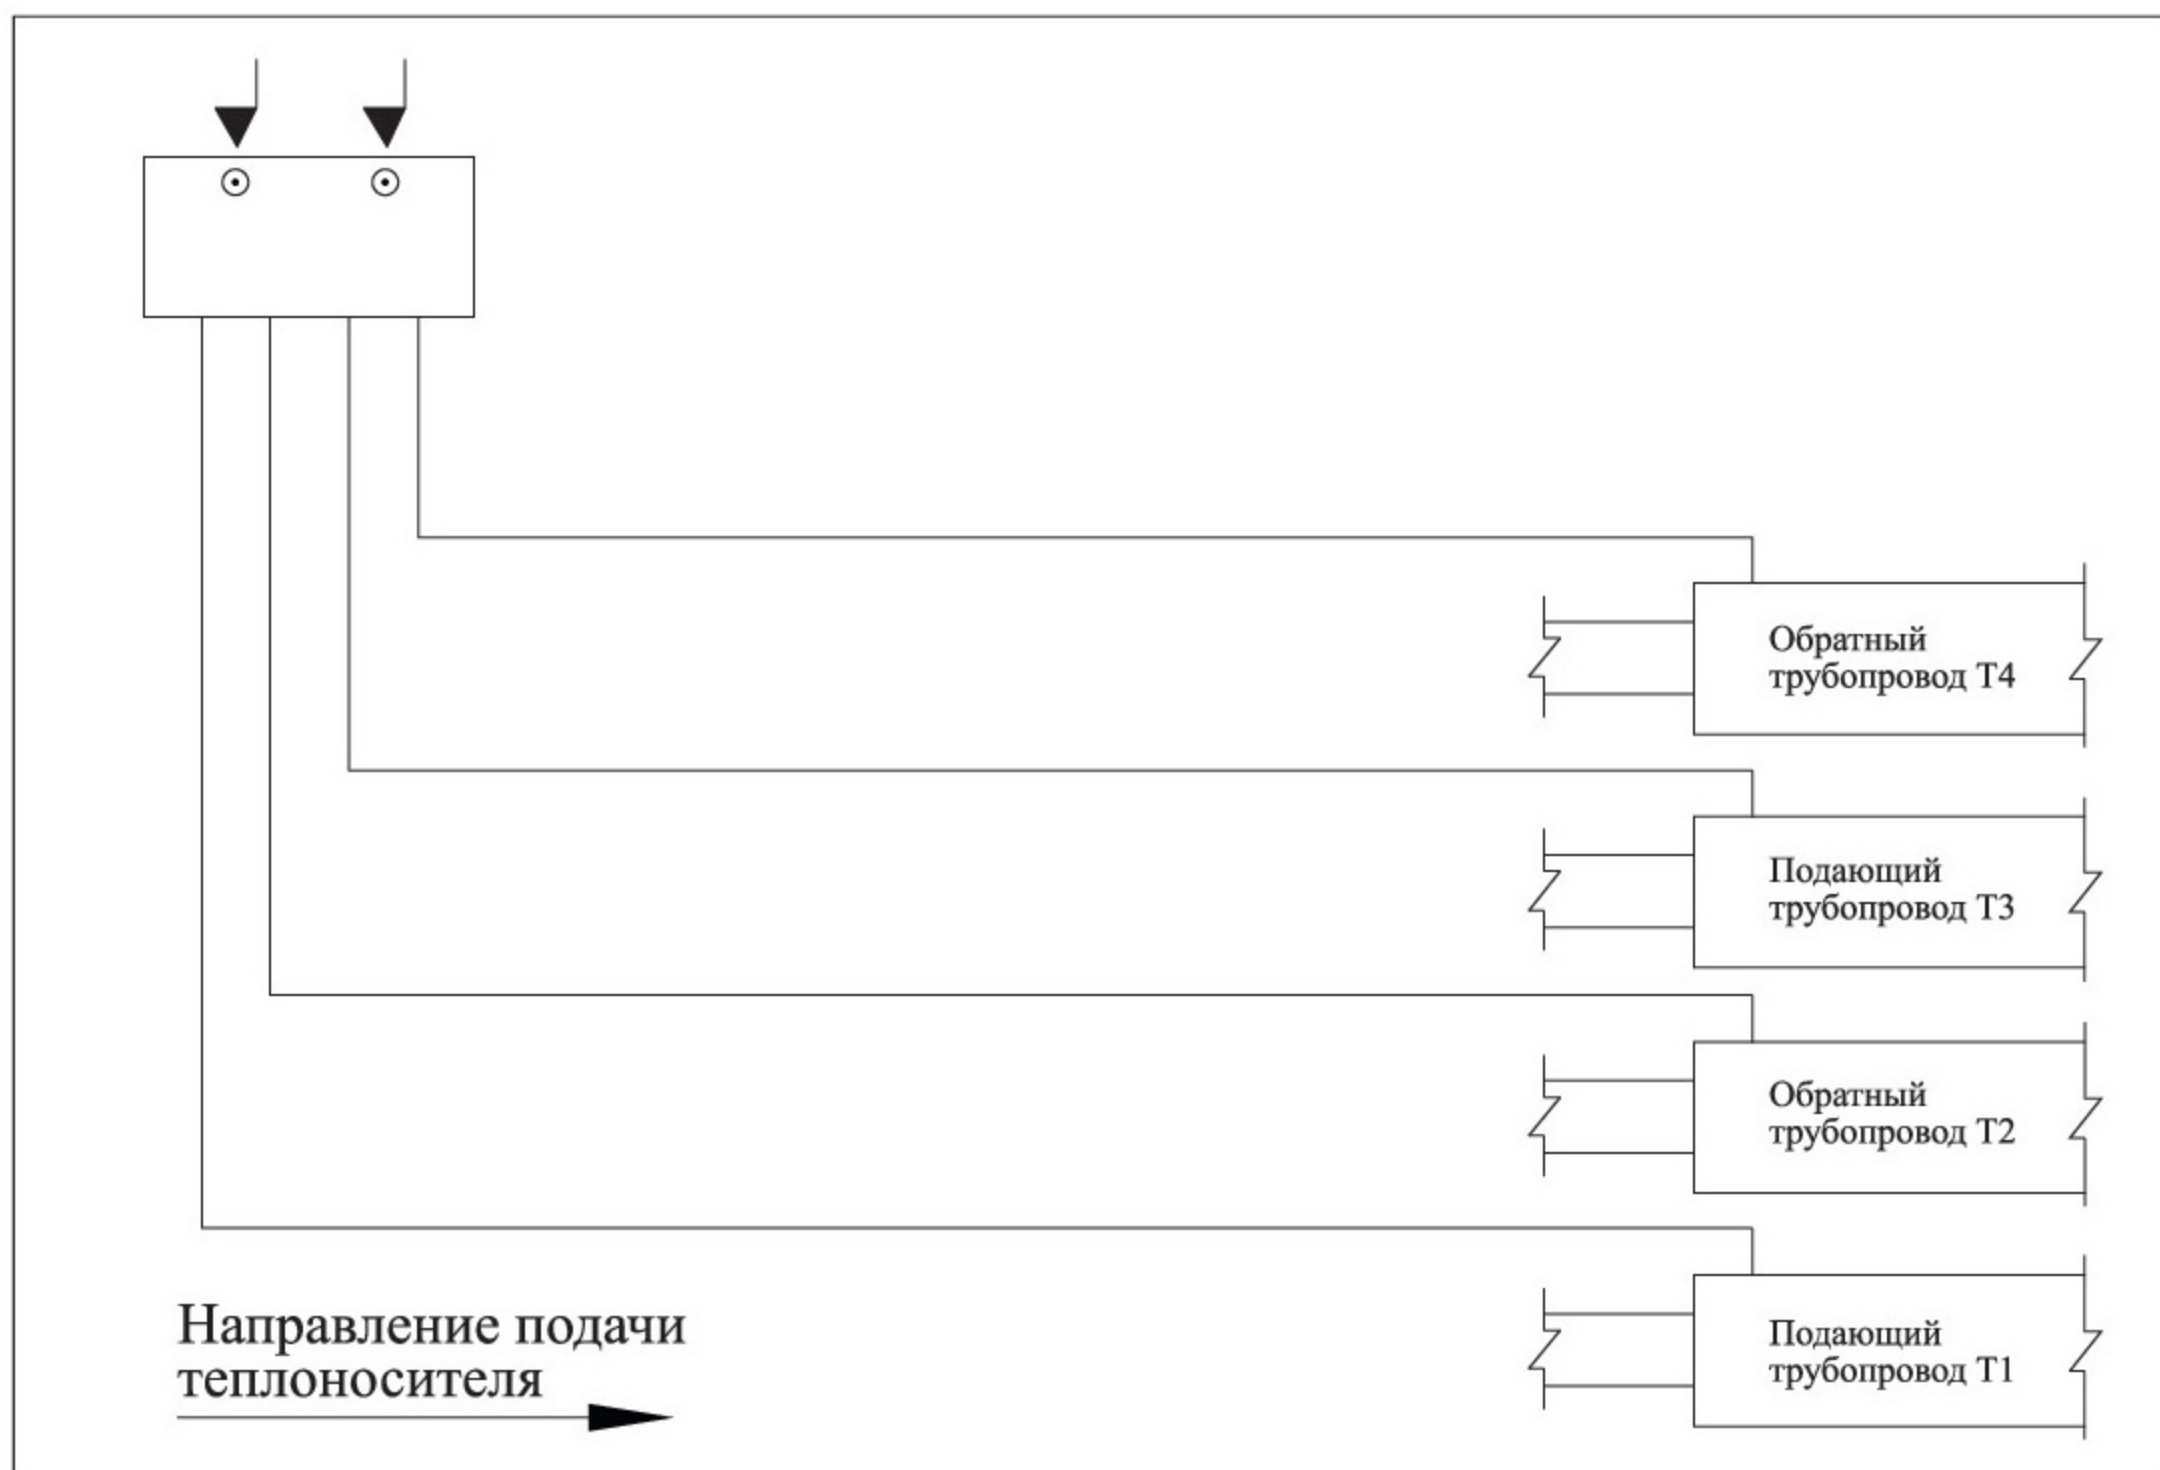

Рис. 2 Закольцовка одной четырехтрубной системы ОДК
2.1. Закольцовка одной четырехтрубной системы ОДК - **Рис. 2, 7.**